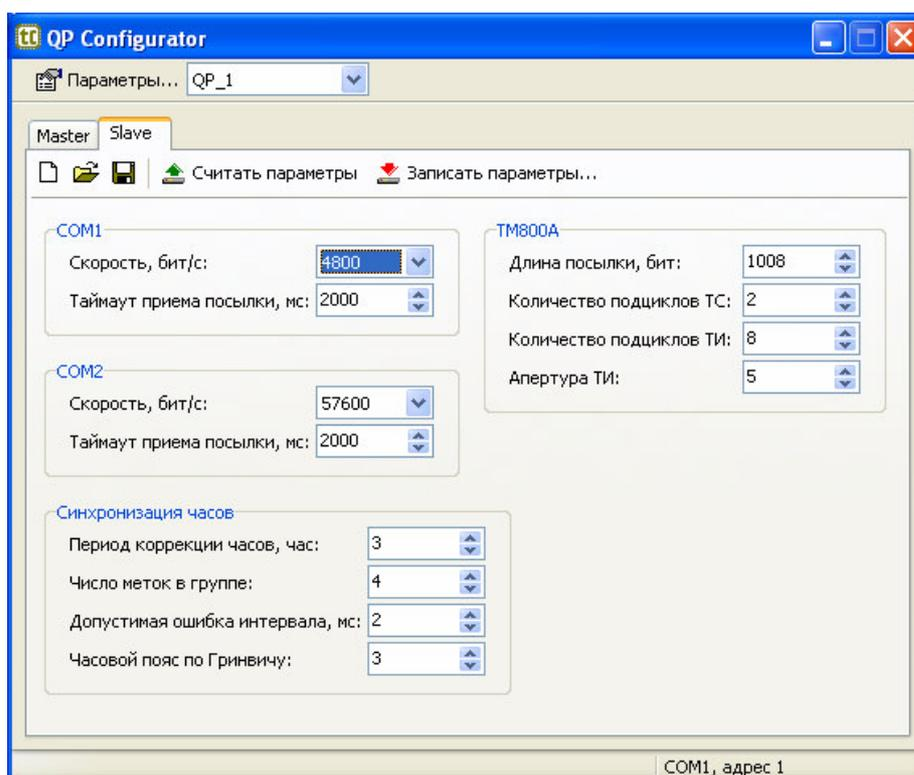

Рисунок 6 – Настройка параметров платы Slave
- 4) выберите закладку Slave; нажмите кнопку «Считать параметры» - программа загрузит из контроллера текущие параметры платы Slave (рисунок 6). Измените, при необходимости параметры и нажмите кнопку «Загрузить параметры...» - программа загрузит в плату Slave модифицированные параметры.